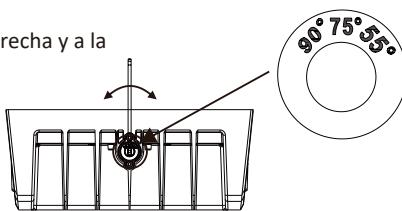

figura 20
2. Ajusta el asa al ángulo que se necesite girando a[1]{2} la derecha y a la izquierda, como se muestra en la imagen (figura 20).